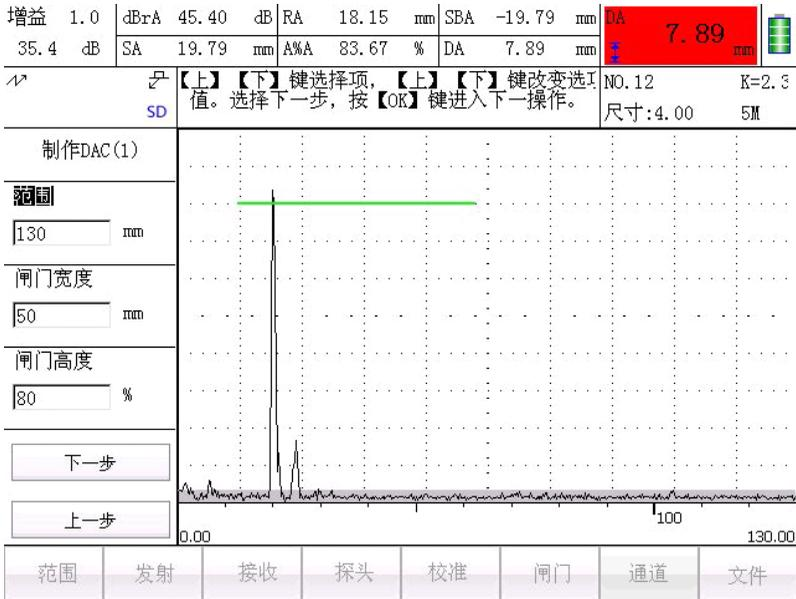

图 4.10 制作 DAC(1)
- 1) 选择**校准**菜单，点击**DAC**按钮进入**DAC 制作（1）**界面如图 4.10 所示，首先输入预置参数（此数值依据所测定的试块进行修改）：